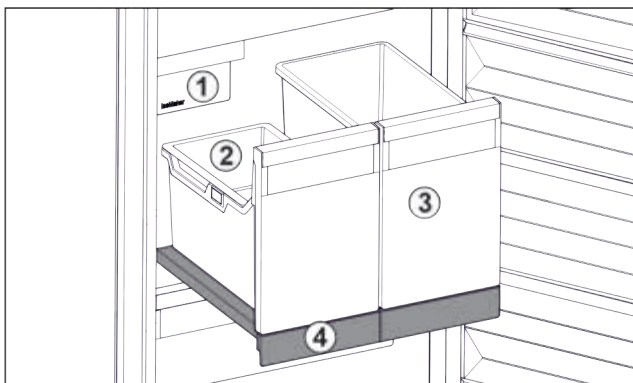

Fig. 79 Витяжна панель IceTower
(2) Підвісний лоток для кубиків льоду
(4) Витяжна панель
На витяжній панелі є два високі резервуари (IceTower). В резервуарі Fig. 79 (2) кубики льоду з IceMaker збираються та зберігаються. Резервуар Fig. 79 (3) придатний для зберігання високих харчових продуктів, таких як піца та алкогольні напої.